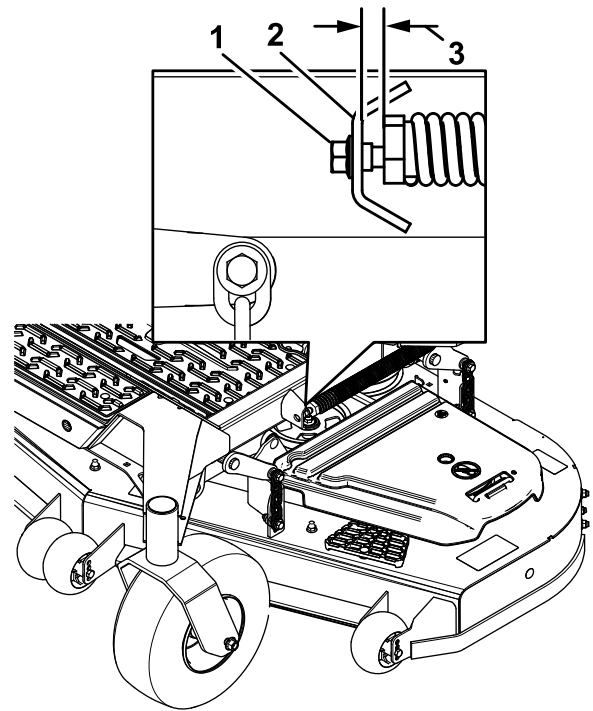

Figure 88
10. Desserrez lentement la vis de réglage sur le ressort d'aide au levage jusqu'à ce que vous puissiez enlever la vis (Figure 88).